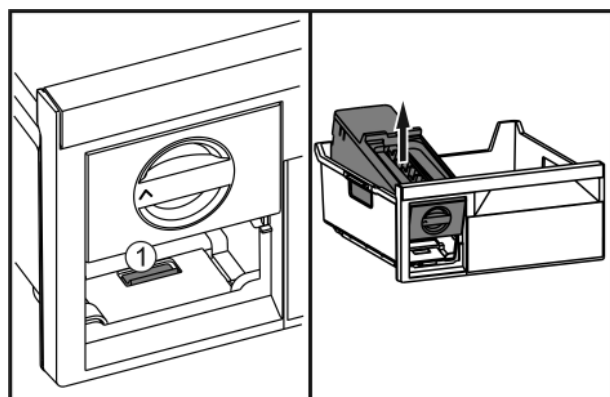

Fig. 55
- Нажать на накладку Fig. 55 (1), EasyTwist-Ice поднять сзади и вынуть из выдвижного ящика морозильника.